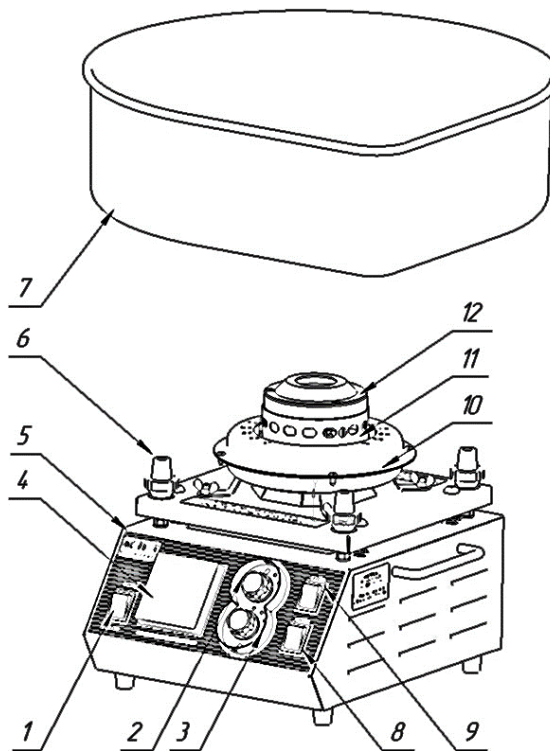

Рисунок 1:
Аппарат сахарной ваты АСВ-10Artist изготовлен и собран в небольшом металлическом корпусе. Сверху на него устанавливается пластиковый ловитель сахарных брызг. В передней части аппарата сделана панель управления (см. рисунок 1 поз.3) с элементами управления, позволяющими настраивать его работу.
Электродвигатель аппарата запускается кнопкой (рисунок 1 поз.1). Скорость его вращения регулятором устанавливают (рисунок 1 поз.2). Далее включают электронагреватель, подающий тепло на прядильную головку (рисунок 1 поз.8). От основания головы тепло передается сахару, находящемуся в ней.
Тяжёлые частички сахара, которые не увлекаются воздушным потоком, оседают на внутренней поверхности каплевидного ловителя (рисунок 1 поз.7).
Если аппарат не используется какое-то время, но его нужно сохранять в готовности к работе, можно использовать кнопку перевода нагревателя в экономичный режим ожидания с половинной мощностью нагрева. Для этого сделана кнопка, изображённая на (рисунок 1 поз 9). Голова продолжает вращаться, но мощность нагрева уменьшается (как и потребление электроэнергии). Выключив эту кнопку, можно почти сразу вернуть аппарат к работе с полноценным нагревом.
В транспортировочном положении предусмотрены 4 специальные гайки фиксации подпружиненного шасси (рисунок 1 поз. 4).
2.2.7 Ловитель должен своими углублениями попасть на резиновые опоры (рисунок 1 поз.4).
Включить аппарат, переведя переключатель (рисунок 1 поз. 1) в положение ВКЛ, голова начнет вращаться.
Включите нагрев переключателем (рисунок 1 поз. 8) и сразу же при помощи регулятора мощности нагрева (рисунок поз.7) выставьте напряжение на вольтметре (рисунок поз.2) на уровне 150-160 В (версия EU) или 70-80 В (версия US).
Вата будет вылетать в виде широкого вертикального столба, называемого «чулком». Такой «чулок» можно наматывать на палочку большим пушистым однородным клубком из сахарной ваты. Регулировку воздушного потока можно осуществлять изменением скорости движения головы вращая ручку (рисунок 1 поз.2).
Количество минут можно уменьшить, если аппарат будет разогрет и готов к почти немедленному старту (в противном случае потребуются 3 минуты на «холодный старт»). Для этого сделана кнопка, изображённая на (рисунок 1 поз. 9). Голова продолжает вращаться, но мощность нагрева уменьшается (как и потребление электроэнергии). Выключив эту кнопку, можно почти сразу вернуть аппарат к работе с полноценным нагревом.
Мотор аппарата запускается кнопкой (рисунок 1 поз.1). Скорость его вращения регулятором устанавливают (рисунок 1 поз.2). Калибровка скорости позволяет подобрать оптимальный режим вращения.